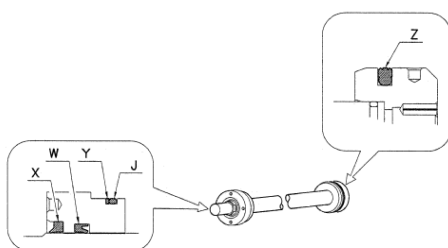

Fig.06
c) Smontare le guarnizioni e pulire accuratamente i pezzi; verificare l' integrità dello stelo (eventuali rigature o ammaccature richiedono la sostituzione del pezzo) e montare le nuove guarnizioni posizionandole come da **Fig.06**.